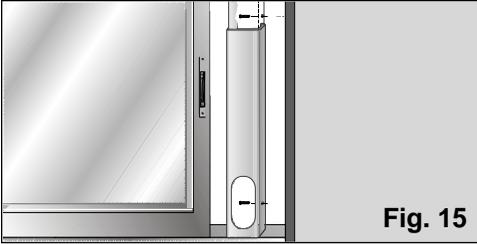

Fig. 15
- Para poder fijarlo a la ventana / balcón dispone de dos agujeros laterales. Por medio de dos tornillos (no incluidos con el accesorio) el usuario podrá sujetarlo al marco o a la pared sin peligro de que este se mueva o se caiga de su posición, **Fig. 15.**